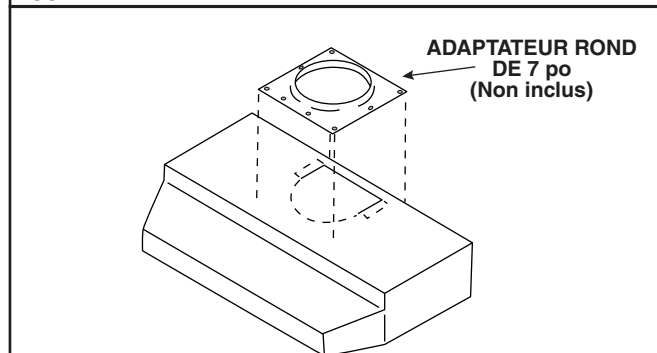
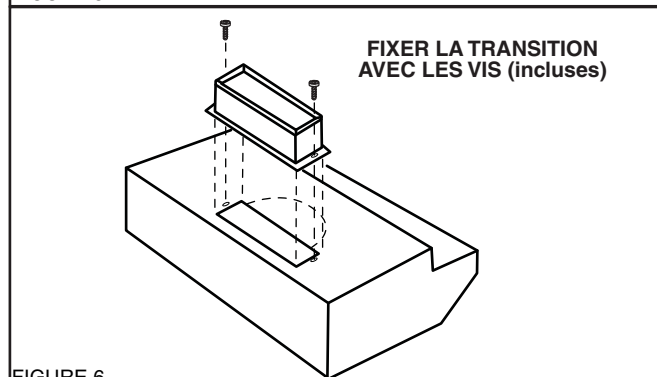
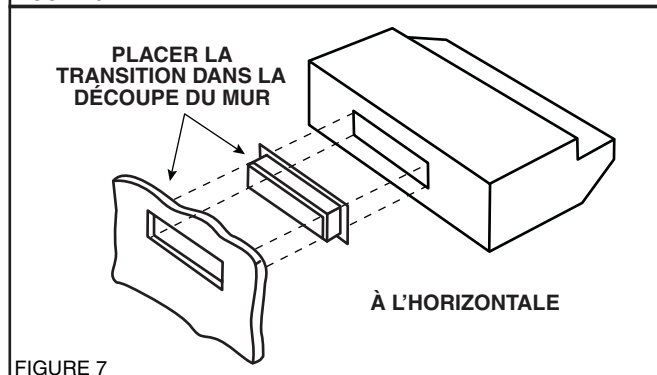

FIGURE 5
FIGURE 6
FIGURE 7
1. Voir la Figure 6 pour une évacuation verticale. Fixer la transition de 3¼ po x 10 po (au besoin) sur le dessus de la hotte. Voir la Figure 7 pour une installation à évacuation horizontale. Si la transition de 3¼ po x 10 po est utilisée, retirer son clapet pour éviter les interférences de ventilation. Placer la transition dans l'ouverture du mur (la transition n'est pas vissée à la hotte). Voir la Figure 5 pour l'installation de la sortie ronde de 7 po. Fixer l'adaptateur rond de 7 po sur le dessus de la hotte à l'aide des vis incluses.